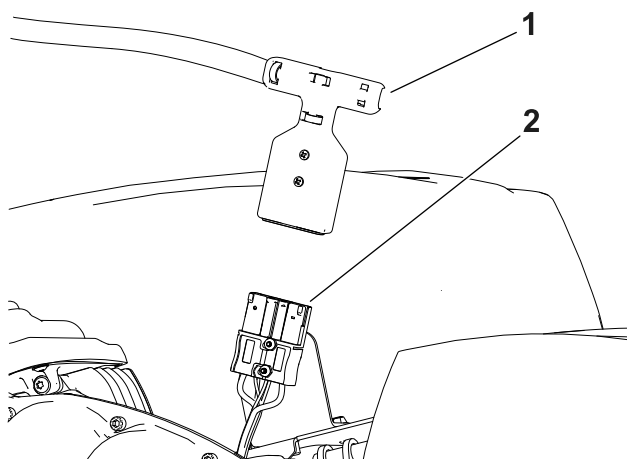

Figura 22
5. Desconecte la batería tirando del conector del asa en T para sacarlo del conector de alimentación principal (Figura 22).